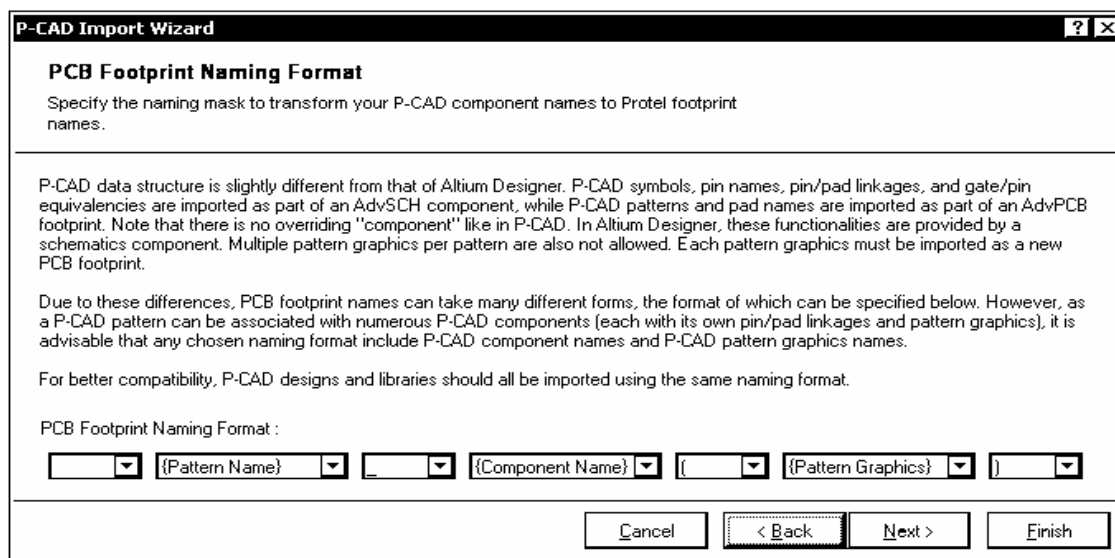

Рис. 3.21
2. При выборе импорта библиотек открывается диалоговое окно с обширным предупреждением, сообщающим о различии форматов библиотек P-CAD и Altium Designer и об особенностях преобразования (рис. 3.21).
Вследствие этих различий программа предлагает выбрать формат имени посадочного места. Имя может состоять из трех полей (рис. 3.21). Поля могут быть оставлены пустыми либо в них могут быть внесены имя компонента, имя посадочного места P-CAD и графики посадочного места (первичная и т. п.). Может также быть выбран разделитель полей в имени посадочного места в Altium Designer – точка, дефис или скобки.